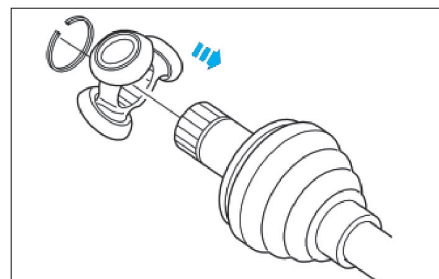

FIG. 13
- Reposer le soufflet, le tripode et son circlip (Fig.13).